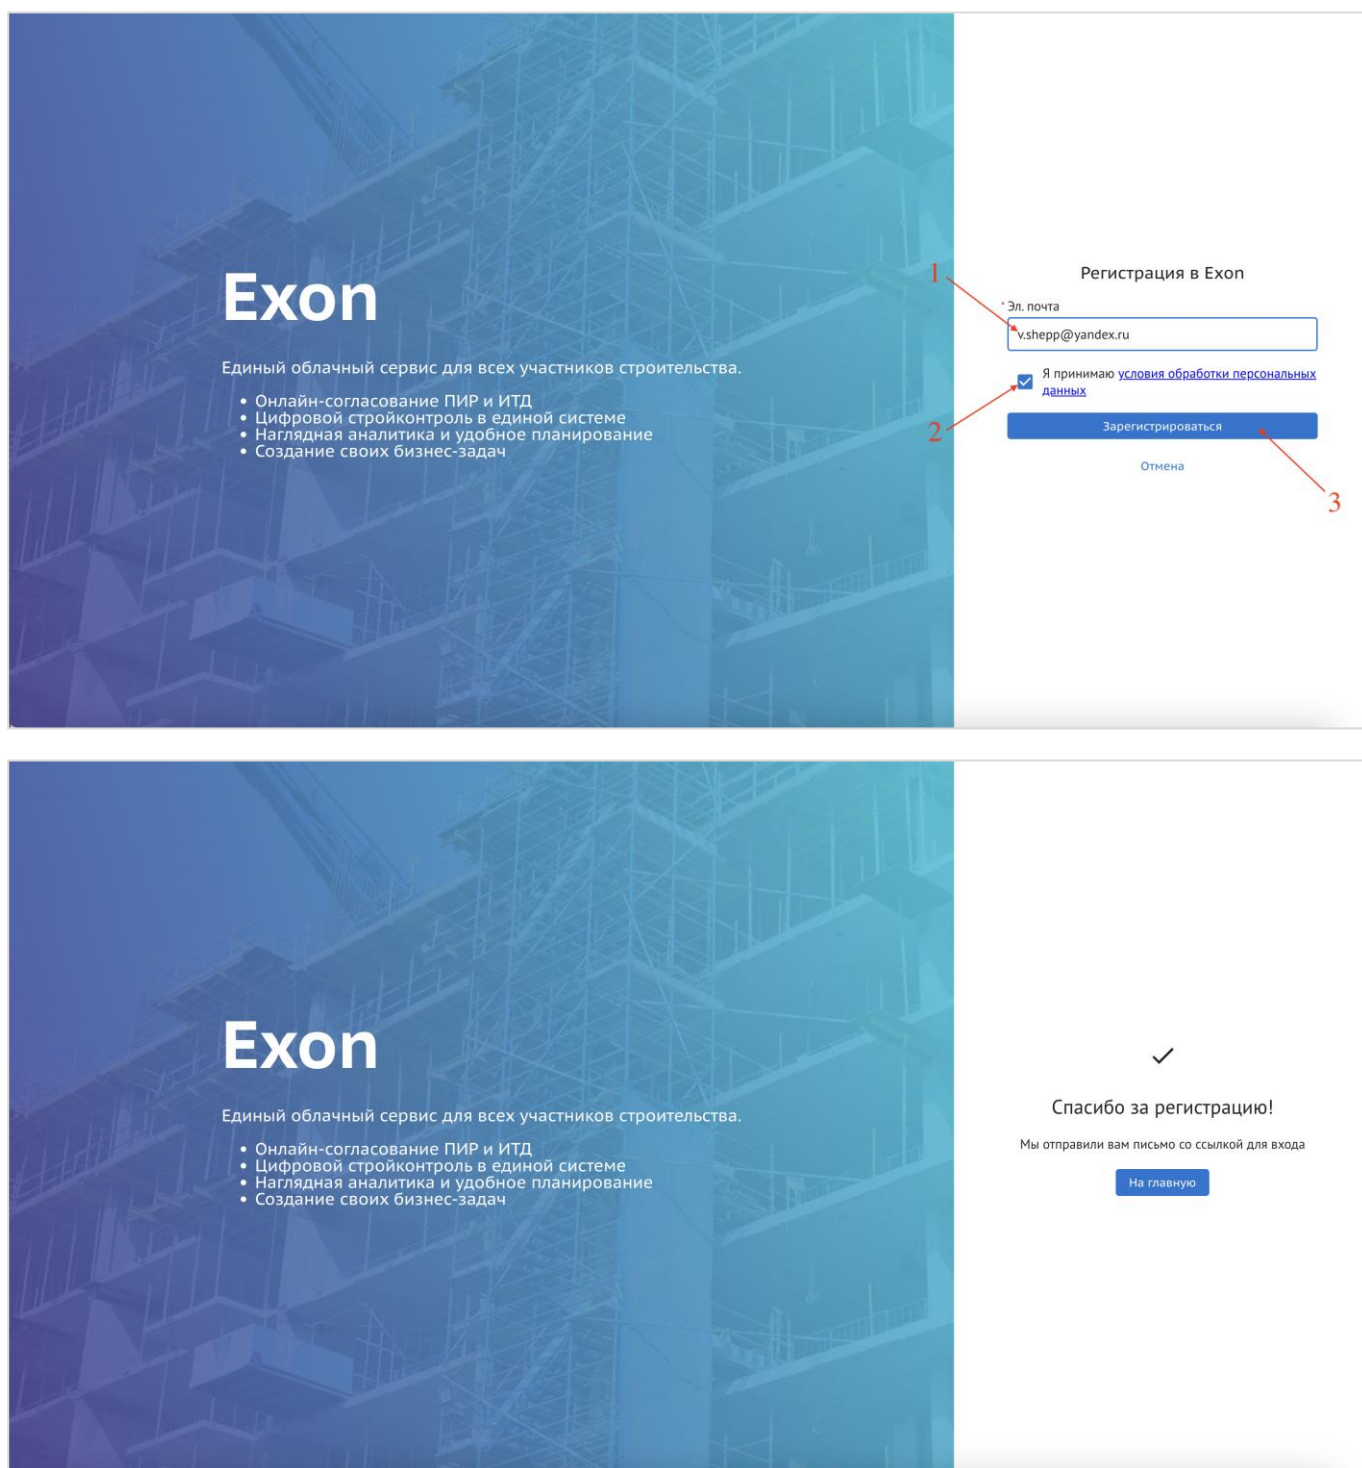

Рис. 2 – Регистрация в системе
3. Указать свою электронную почту (1), принять условия обработки персональных данных (2) и нажать «Зарегистрироваться» (3) (рис. 2);